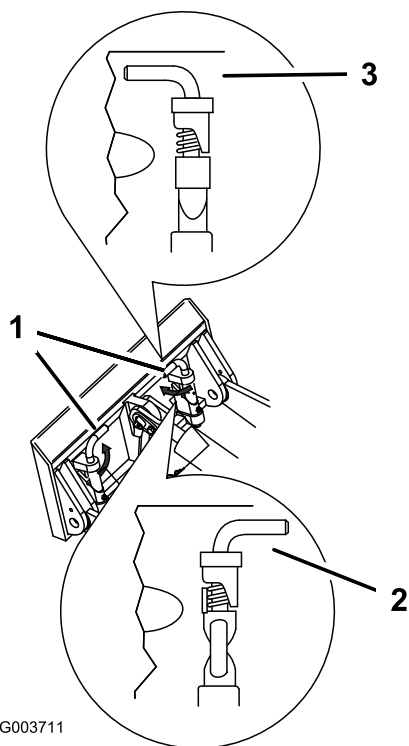

Figura 17
7. Inserite i perni ad attacco rapido, verificando che siano completamente inseriti nella piastra di appoggio (Figura 17).